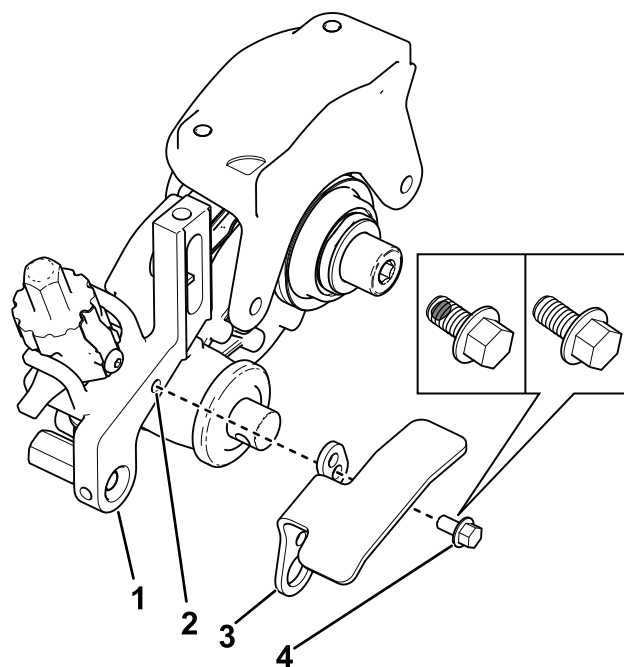

Figura 20
- Fije el protector del recogedor al brazo de altura de corte (Figura 20).